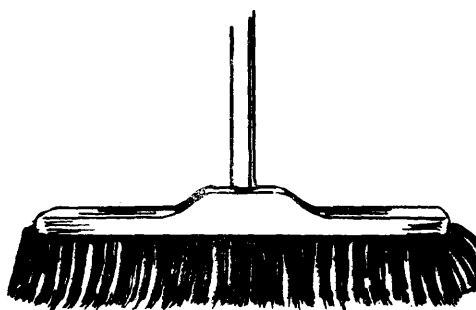

Fig. 7
- Escobillón de cerda, recomendado para pisos encerados, vitrificados y de cerámica o mármol (fig. 7).